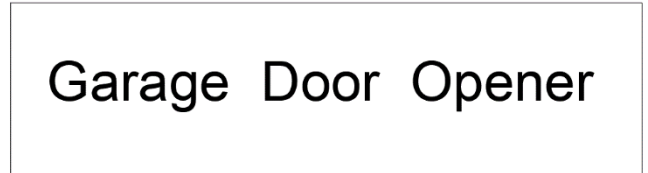
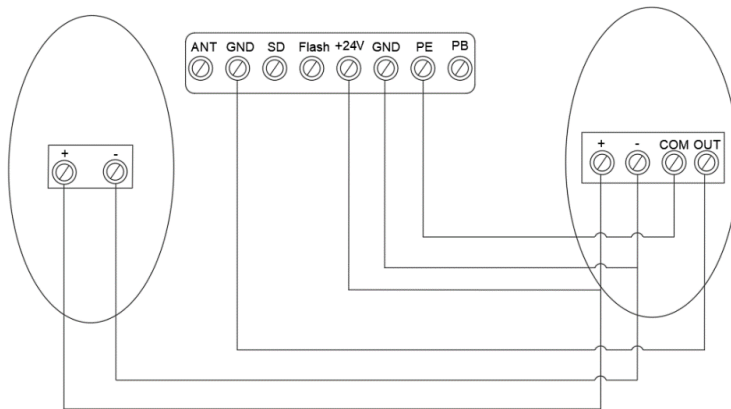

Abbildung 14
Abbildung 15
HINWEIS: Versichern Sie sich, dass die Lichtschranke korrekt installiert wurde und verwenden Sie die Öffnerkontakte an den Zubehörklemmen des Öffners (Abb.14, Abb.15).
Die O/S/C-Einrichtung kann für einen externen Drucktastenschalter verwendet werden, um den Öffner zu bedienen. Der Schalter muss über spannungsfreie Öffnerkontakte verfügen (Abb. 14).
Anschluss der Lichtschranke (optional) - Abb.14, Abb.15
Anschluss der Schaltersteuerung (optional) - Abb.14
1. Die verfügbaren O/S/C-Schnittstellen. (Abb.14)